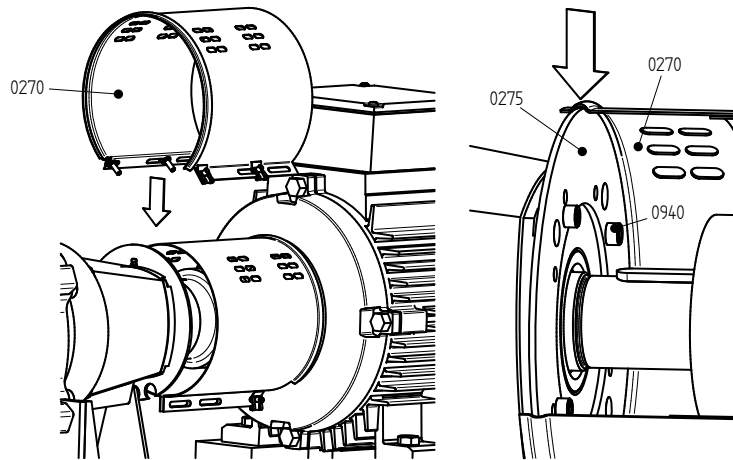

Figure 10: Installation de l'enveloppe côté pompe.
- 1 Dévissez les boulons (0940) et déposez la plaque d'assemblage (0275) du corps de palier (2100). Voir figure 10.
- 3 Monter la plaque d'assemblage (0275) à la corps de palier (2100) avec les boulons (0960). Voir figure 10.